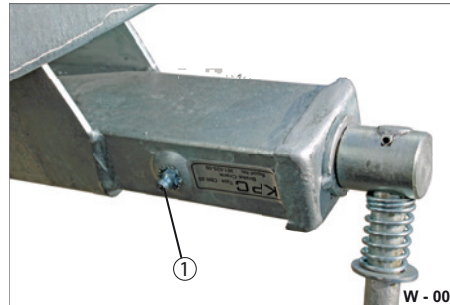

Abb. 11 Schmierstelle
- ▶ Betätigen Sie die Spindel-Feststellbremse mehrmals und reinigen Sie vorsichtig die Schmierstellen und den Schmiernippel (Abb. 11/1) mit einem sauberen, trockenen Lappen.